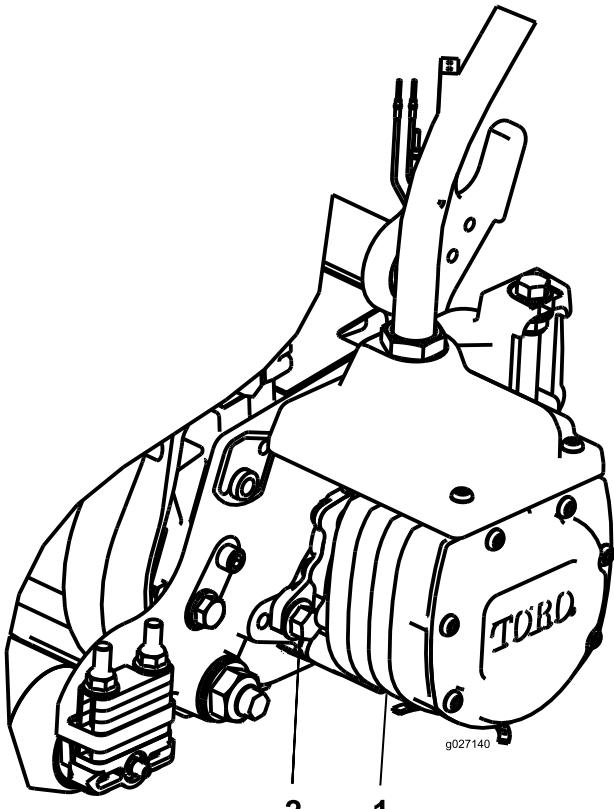

Figure 10
- 14. Montez le moteur en le tournant dans le sens horaire jusqu'à ce que les brides passent les boulons (Figure 10).